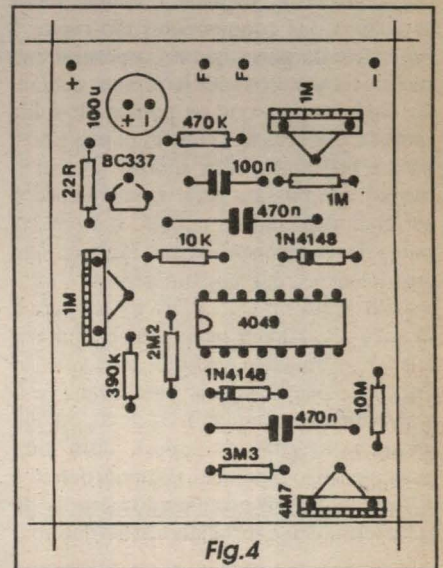

Fig.4
- FIG. 4 - CHAPEADO DA MONTAGEM - O outro lado (não cobreado) da placa, com os componentes todos posicionados (só não é visto o alto-falante, ligado externamente à placa...) e identificados pelas suas estilizações ou símbolos, valores, códigos, polaridades, etc. A inserção e soldagem dos componentes à placa é a